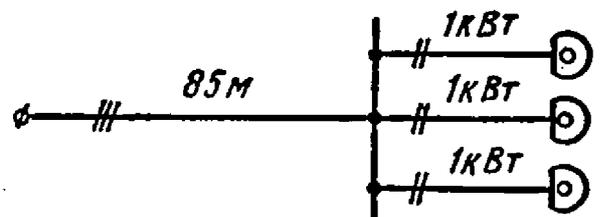

Рис. 17.22
17.22. Как изменится сечение жилы кабеля и ток плавкой вставки предохранителя, если питание прожекторной установки в задаче 17.20 будет осуществлено от трехфазной линии трехжильным медным кабелем (рис. 17.22)?